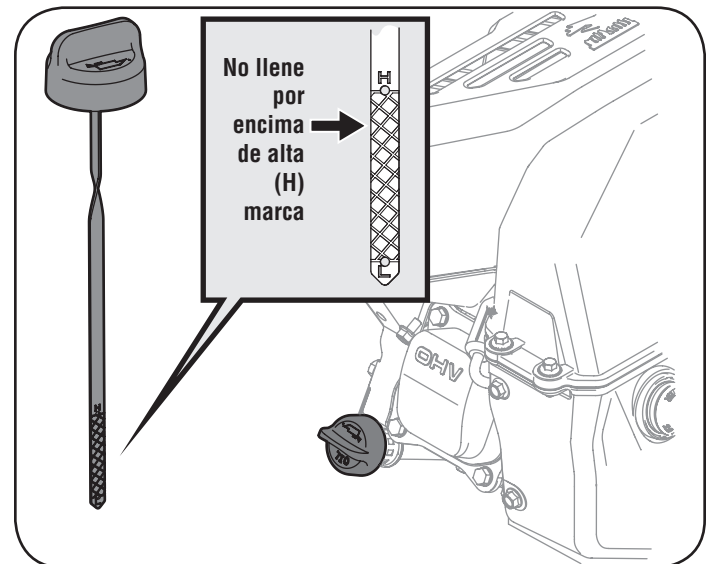

Figura 19
- Retire el tapón de llenado de aceite. Si el nivel está bajo, agregue aceite lentamente hasta registros de nivel del aceite entre alto (H) y bajo (L). Vea la Figura 19.